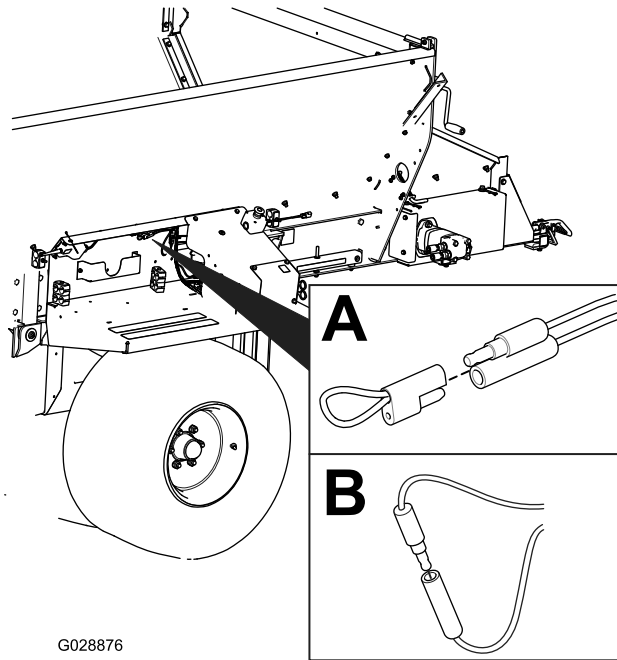

Bild 58
2. Ziehen Sie unverlierbaren Kappen der zwei Diagnostik-Shuntstecker ab (Bild 58, A).
3. Stecken Sie die Diagnostik-Shuntstecker zusammen (Bild 58, B).